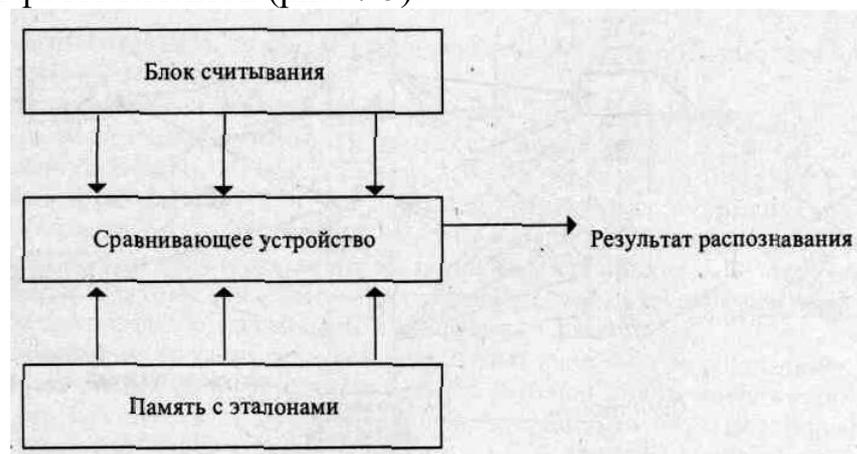

**Рис. 7.3.** Схема оптического считывателя методом «слежения за контуром»
**Считывание «слежением за контуром»** производится аналогично (рис. 7.3), но генератор развертки рисует на экране матрицу или растр только до того момента, пока на изображении не встретилась линия. После этого блок сканирования переключает генератор развертки в режим слежения за контуром и запоминает направление перемещения луча — эта информация оформляется как векторное описание считанного изображения.